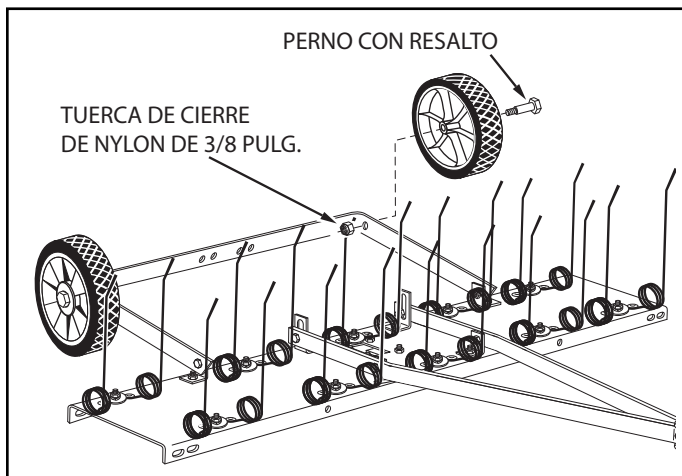

FIGURA 5
10. Acople las ruedas al soporte al eje usando dos pernos con resalto (A) y dos tuercas de cierre de nylon (H) de 3/8 pulg. **Apriete**. Vea la figura 5.